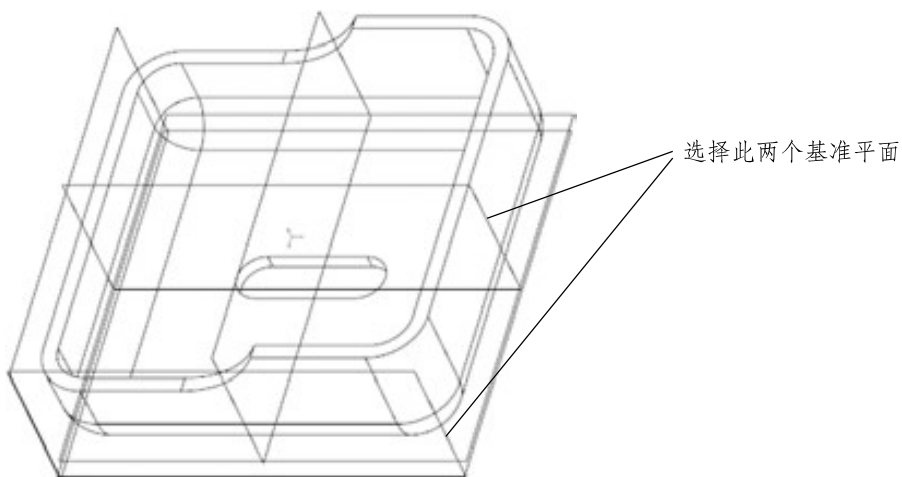

图2-14 选择模具坐标系和参考模型的FRONT
Step 04 在工作区中选择模具坐标系的FRONT平面和参考模型的FRONT平面，两个平面重合，如图2-14所示。